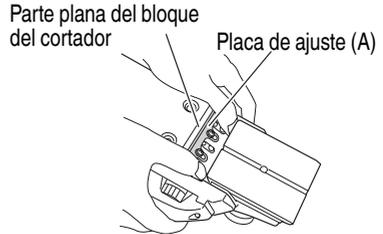

Fig. 23
- (5) Como se muestra en las Figs. 23 y 24, inserte la parte torneada de la placa de ajuste (A) fijada a la placa de ajuste (B) en la ranura de la parte plana del bloque del cortador.